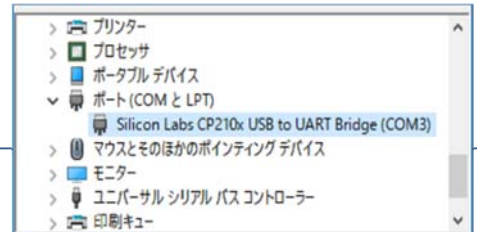

図1
4)デバイスマネージャで図1のようになるのを確認する **COM** の番号